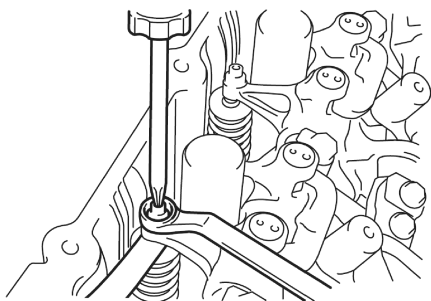

图 4-5 测量气门间隙
4) 测量图 4-5 所示的气门间隙。
① 当第一缸的活塞位于压缩行程上止点时。
② 当第四缸的活塞位于压缩行程上止点时。